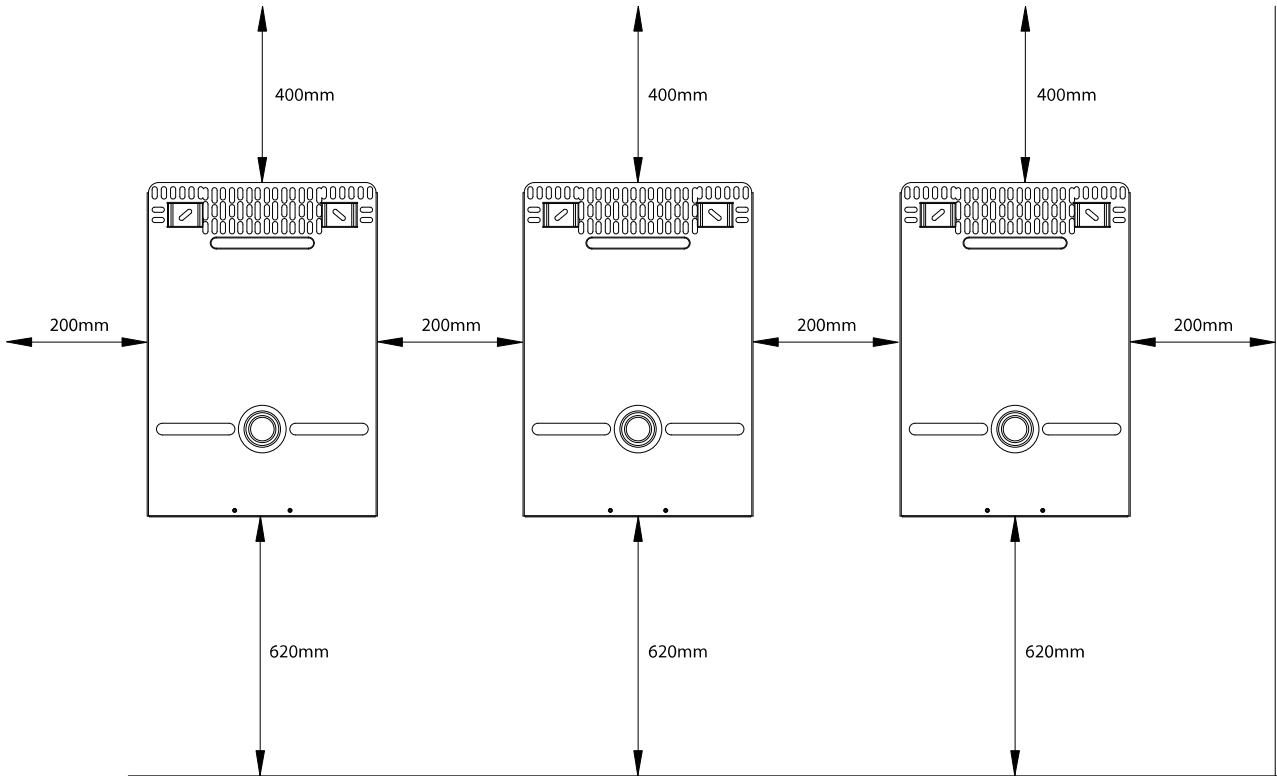

Abbildung 2.8 Sicherheitsabstände
- Bei der Installation eines oder mehrerer Wechselrichter die Sicherheitsabstände einhalten, um eine ausreichende Luftströmung sicherzustellen. Die Abstände sind in *Abbildung 2.8* und auf dem Schild an der Wandhalterung angegeben.